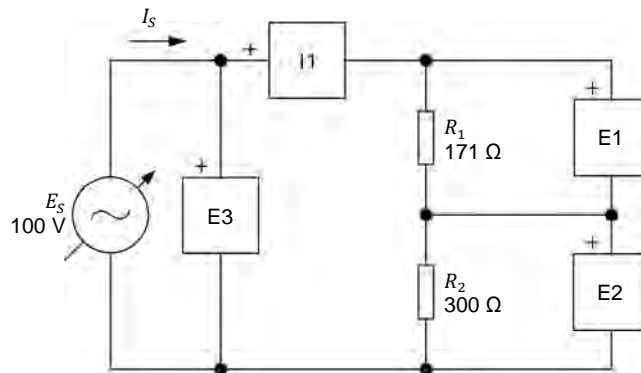

Figure 1-9. Circuit ca contenant deux résistances connectées en série.
25. Montez le circuit montré dans la figure 1-9. Pour obtenir l'arrangement de résistances dans la figure 1-9, effectuez les connexions et réglages des commutateurs nécessaires sur la Charge résistive (reportez-vous à l'Annexe C au besoin). Utilisez les entrées *I1*, *E1*, *E2* et *E3* de l'Interface d'acquisition de données et de commande pour mesurer le courant de source I_S , la tension E_{R1} , la tension E_{R2} et la tension de source E_S , respectivement.